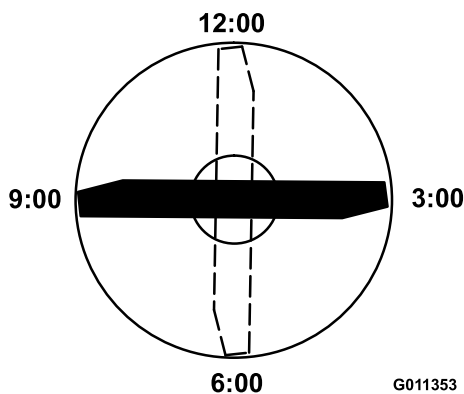

Figura 69
3. Coloque el filo de corte del extremo marcado de la cuchilla en la posición de las 12 (hacia adelante, en el sentido de la siega) y mida la altura desde la mesa hasta el filo de corte de la cuchilla (Figura 69).
4. Gire el extremo marcado de la cuchilla a las posiciones de las 3 y de las 9 y mida las alturas (Figura 69).